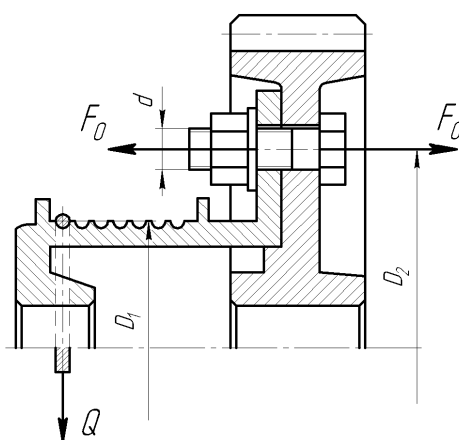

Рис. 2,в. Конструкція болтового з'єднання зубчастого колеса з барабаном (варіант I)
Визначити співвідношення діаметрів болтів двох варіантів. Шість болтів скріплюють зубчасте колесо з барабаном лебідки (рис.2,в). Сила натягу каната лебідки $Q = 52$ кН, діаметри $D_1 = 0,3$ м і $D_2 = 0,52$ м. Матеріал барабана, зубчастого колеса і болтів – сталь 35. Варіант I – болти поставлено з зазором (рис.2,в), варіант II – болти поставлено без зазору (схему розробити самостійно). Допустимі напруження та потрібні коефіцієнти можна прийняти: $[\sigma]_p = 125,6$ МПа; $[\tau]_{zp} = 75,36$ МПа; $[\sigma]_{zm} = 105$ МПа; $K_{зч} = 1,25$; $\beta = 1,3$; $f = 0,125$ (30 балів).
1. Подібно до рис. 2,в навести кресленик для **варіанту II (болти поставлено без зазору)**, записати та обґрунтувати умови міцності, за якими потрібно визначати діаметри болтів I-го і II-го варіантів (5 балів);